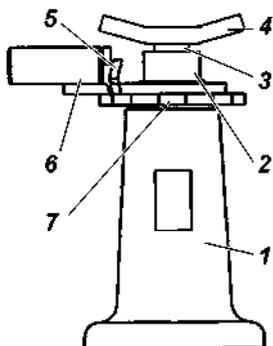
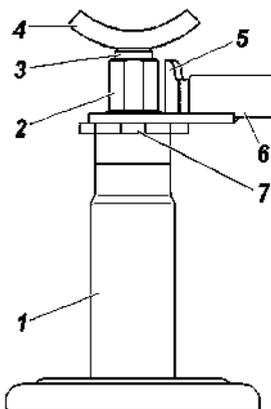

Рис. 10.1. Домкрат:
Рис. 10.2. Домкрат:
**Домкрат** (рис. 10.1 или 10.2) предназначен для вывешивания колес автомобиля при его техническом обслуживании или ремонте. Грузоподъемность домкратов, приведенных на рис. 10.1, 10.2 – 2 т. Начальная высота подхвата на рис. 10.1 – 170мм, рис. 10.2 – 200мм. Наибольшая высота подъема домкрата, приведенного на рис. 10.1 – 400 мм, на рис. 10.2 – 460 мм.
**Последовательность действий для вывешивания колеса при применении домкрата, приведенного на рис. 10.1:**
**Последовательность действий для вывешивания колеса при применении домкрата, приведенного на рис. 10.2:**